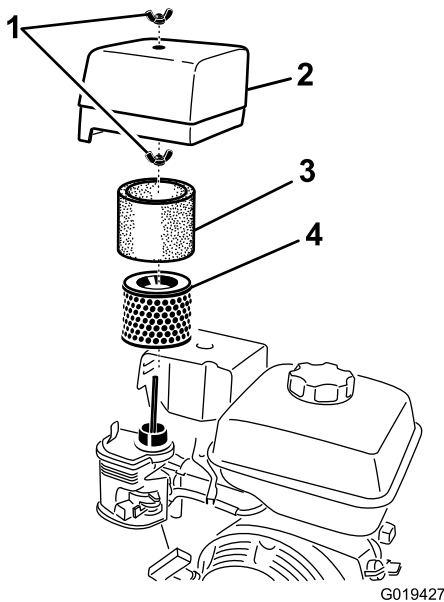

Bild 13
3. Lösen Sie die Mutter, mit der die Abdeckung befestigt ist (Bild 13).
6. Nehmen Sie die Schaumstoff- und Papiereinsätze vom Unterteil ab (Bild 13).
7. Nehmen Sie den Schaumstoffeinsatz vorsichtig vom Papiereinsatz ab (Bild 13).